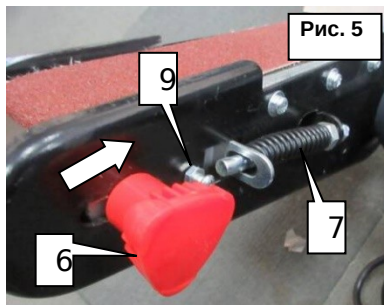

Рис. 5
2. Ослабьте винт (9). (Рис. 5)
3. Поверните ручку (6) в направлении стрелки, чтобы освободить шлифовальную ленту, и выньте ее.
4. Установите новую ленту. Затягивайте винт (9), пока шлифовальная лента не окажется в необходимом положении